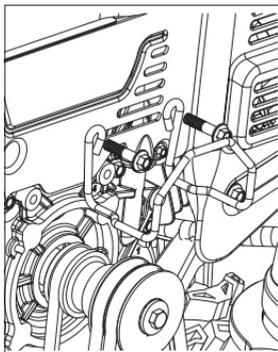

Рис. 35
- Выкрутите болты крепления ограничителя ремня (рис.35).